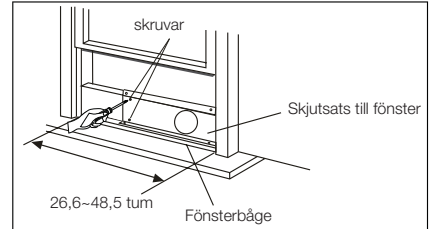
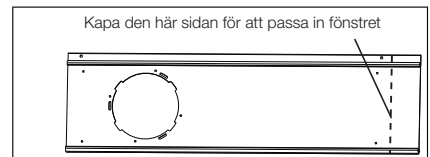
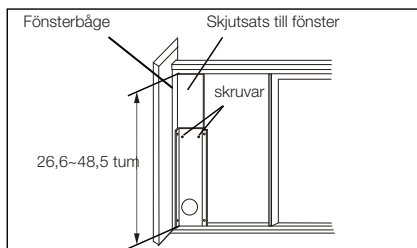

Fig. 13
Fig. 14
Fig. 19
2. Öppna fönsterbågen och sätt skjutsatsen på fönsterramen (Fig. 13). Sätt fast skjutsatsen i fönsterramen. Justera längden på skjutsatsen enligt bredden på fönstret. Skruva ner de två skruvarna i skjutsatsen. Se Fig. 13. Kapa den justerbara skjutsatsen om fönstrets bredd är mindre än 26,6 tum (Fig. 14).
2. Öppna fönsterbågen och sätt skjutsatsen på fönsterramen. Se Fig.19. Sätt fast skjutsatsen i fönsterramen. Justera längden på skjutsatsen enligt höjden på fönstret. Skruva ner de två skruvarna i skjutsatsen. Se Fig.19. Kapa den justerbara skjutsatsen om fönstrets höjd är mindre än 26,6 tum (Fig. 14).